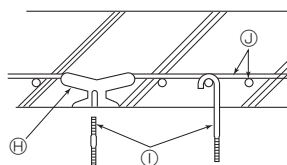

Fig. 2-5
② Strutture in cemento armato (Fig. 2-5)